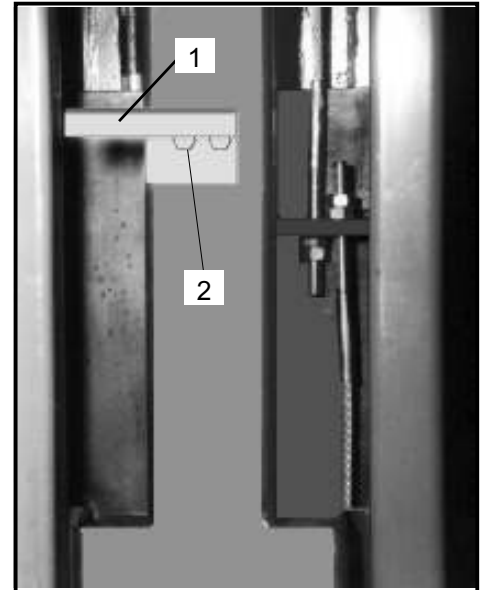
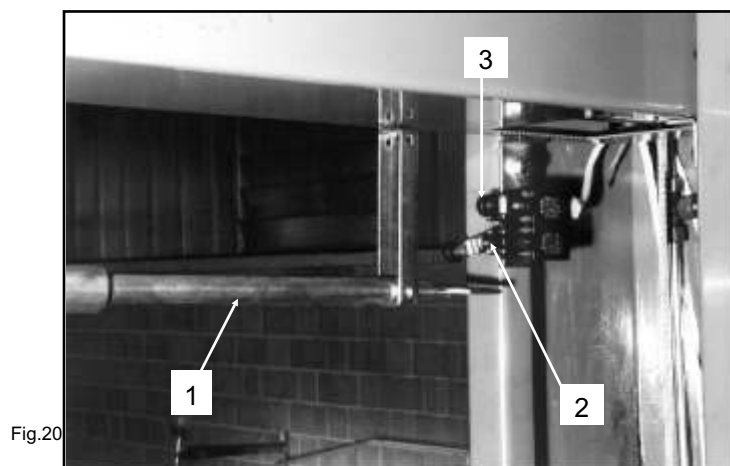

Fig.19
Fig.20
- nel caso vengano sollevati autoveicoli di altezza superiore a 1,5 metri, la salita viene interrotta dalla "barra di finecorsa" (rif.1 Fig.20) che, spinta dal veicolo, agisce sui microinterruttori.
- in caso di extra corsa della parte mobile, sono stati previsti due microinterruttori (rif.2 e 3 Fig.20) collegati in serie tra loro e montati nella parte superiore della colonna lato comando; essi sono azionati normalmente dall' "azionatore" (rif.1 Fig. 19) montato sul carrello lato comando; nel caso che il primo microinterruttore non dovesse funzionare, il secondo interviene dopo circa 30 mm di corsa del carrello.
- When vehicles higher than 1.5m are lifted, the rise is interrupted by the "end-stroke bar "(ref.1, fig.20), which, pushed by the vehicle, works on the limit switches.
- if the moving part exceeds its travel distance, on the upper part of the command post there are two limit switches (ref.2 and 3, fig.20) connected in series and are usually set working by the "actuator" (ref.1 fig.19) on the command side carriage. If the first limit switch did not work, the second one would trip after 30 sec. of carriage run.